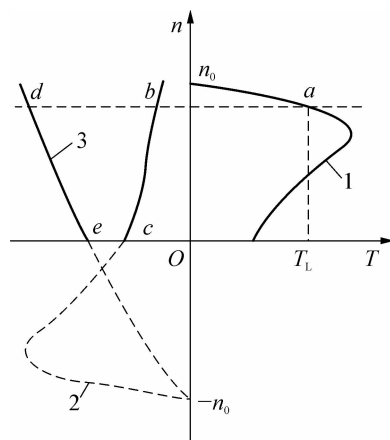

图 2-31 电源反接和倒拉制动
(1) 电源反接 转子在由正变负的电磁转矩和负载转矩作用下迅速减速。反接制动时电流大, 要在定子电路串电阻。在图 2-31 中 c 点要切断电源 ($n=0$), 否则电动机将反向启动。